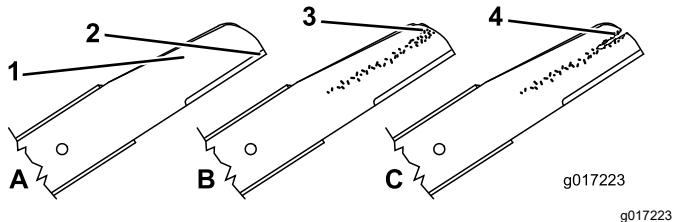

Figura 39
1. Ispécione as extremidades de corte (Figura 39). Se as extremidades não estiverem afiadas ou estiverem amolgadas, retire e afie as lâminas.
2. Ispécione as lâminas, especialmente a área curva ((Figura 39)). Se verificar quaisquer danos,